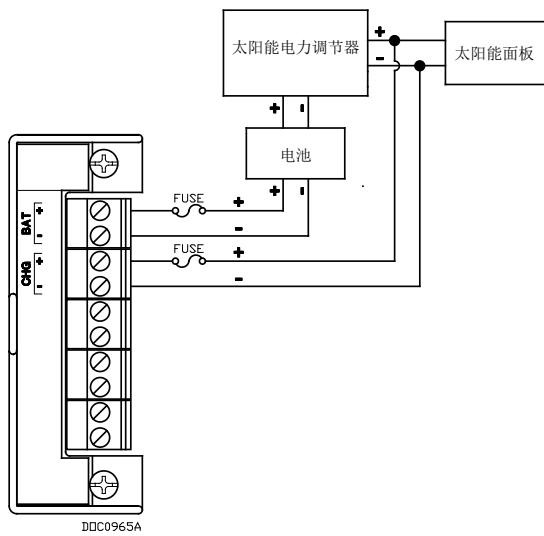

图 6. 12 Vdc 电源和 *CHG₊*/*CHG₋* 接线
- 如果要监控外部充电电压（仅限 12 V DC 电源输入模块），则将 CHG+ 和 CHG- 接线端子接头接线。请参见图 6。